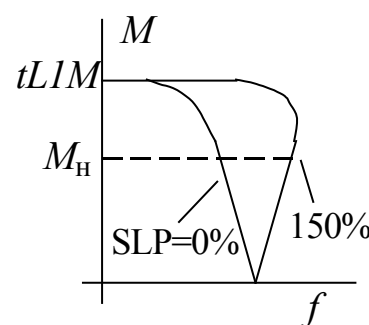

Рис. 6.3 Компенсация скольжения
- SLP, [Slip compensation], [Компенсация скольжения] – степень компенсации скольжения (0...150%); позволяет изменить жесткость механической характеристики привода (рис. 6.3). Как правило, при SLP=100% механическая характеристика является абсолютно жесткой и скольжение отсутствует. Перекомпенсация может привести к получению механической характеристики с отрицательным наклоном и неустойчивой работе привода.